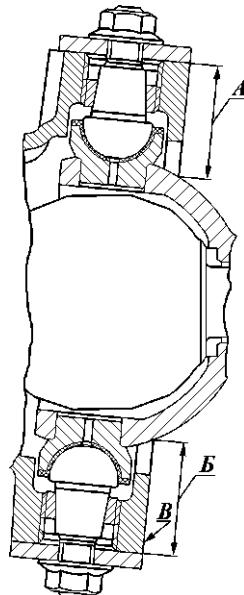

Рис. 9.14. Регулировка затяжки шаровых шкворней поворотного кулака
2. Заворачивайте зажимные втулки до упора шкворней во вкладыши с обеих сторон, обеспечив при этом равенство размеров А и Б (рис. 9.14) от торцов корпуса 8 (см. рис. 9.12) поворотного кулака до сферы шаровой опоры 17. Допускается неравенство размеров А и Б не более 0,2 мм. Для получения достаточной точности измерение размеров А и Б следует проводить в плоскости В (см. рис. 9.14).
*Неравенство размеров А и Б (см. рис. 9.14) должно быть не более вышеуказанной величины (0,2 мм).*